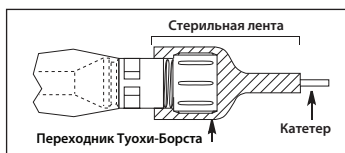

Рисунок 8
- Чтобы обеспечить неподвижность вводимого катетера, его конец с переходником Туохи-Борста должен быть закреплён стерильной лентой (см. рис. 8).